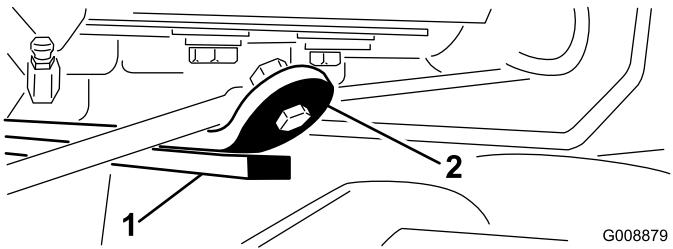

図 25
3. エンジンを始動し、カッティングユニットを上昇させ、後ろカッティングユニットのウェア・バーの上部についているウェア・ストラップからバンパー・ストラップまでの距離が0.5~2.5mmの間にあるかどうか点検する（図25）。